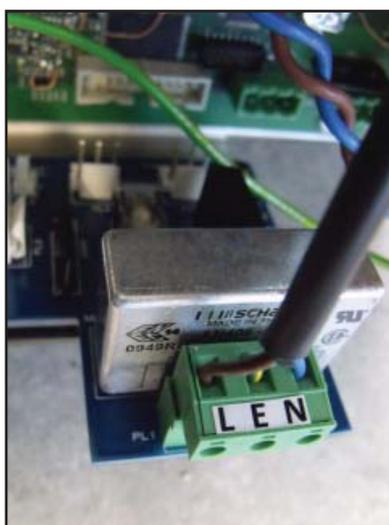

Рис. 1 Разъем для подключения питания
Любой кабель питания должен быть 3-жильным, иметь внешний слой изоляции не менее 0,5 мм и должен быть рассчитан на напряжение 300 В. Кабели должны иметь жилу под напряжением (L), нейтральную жилу (N) и жилу заземления (E). Убедитесь, что используемые кабели питания и муфты имеют подходящие номинальные характеристики, соответствующие требованиям электробезопасности. Подключите жилу под напряжением (L), нейтральную жилу (N) и жилу заземления (E) к клеммам с соответствующим обозначением (L, N, E) на разъеме входа питания, показанном на рис. 1. Убедитесь, что источник питания соответствует требованиям к потребляемой мощности.